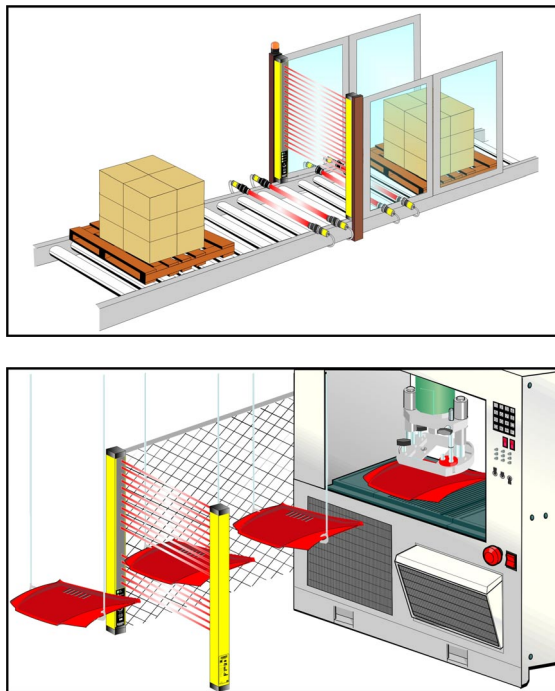

Fig.22
- La funzione di muting, selezionabile tramite dip-switch, consente di escludere la barriera durante il funzionamento, pur mantenendo attive le uscite OSSD, in relazione a particolari esigenze operative (Fig.22).